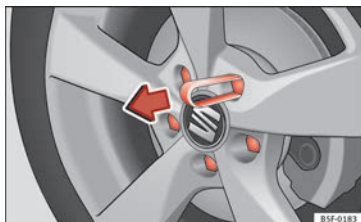

Fig. 60 Retirer le cache de la vis de la roue.
- Encastrer la pince en plastique (outillage de bord) sur le capuchon jusqu'à ce qu'elle s'emboîte » fig. 60.